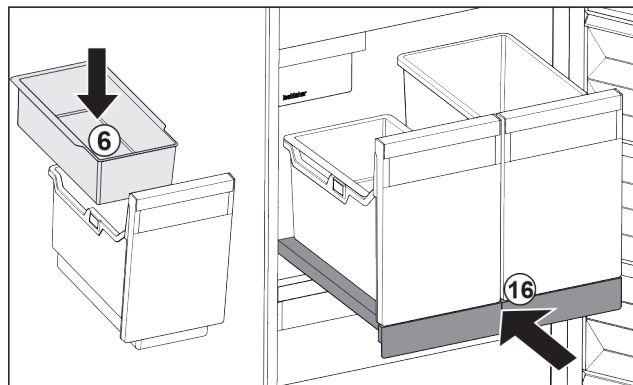

Fig. 124
- ▶ Helyezze be a jégkockák beakasztható tálcáját Fig. 124 (6).
- ▶ Tolja be a kihúzható rácsot a tárolóval (IceTower) együtt. Fig. 124 (16)